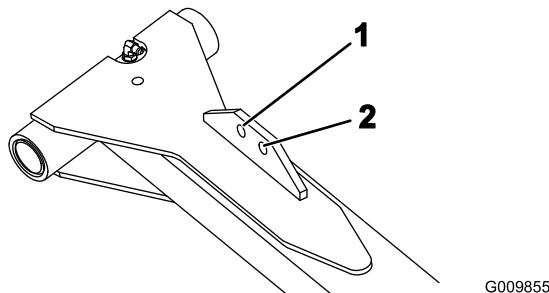

Figure 7
8. Fixez l'autre extrémité de la chaîne au trou de l'ergot de fixation du bras de relevage à l'aide des axes de chape et des goupilles fendues. Utilisez le trou approprié dans le bras de relevage, comme illustré à la Figure 7.